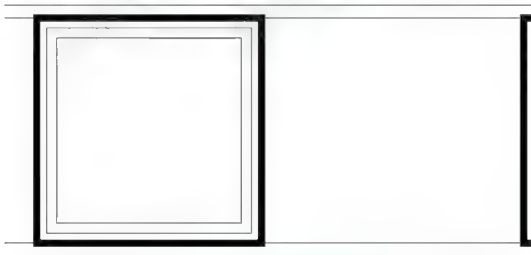

图 4.20 偏移生成窗框和窗扇的轮廓线
- (1) 设置【门窗】图层为当前层，用【窗口缩放】命令将左下角的窗洞口放大。
- (2) 使用【偏移】命令将窗洞口线以 80mm 间距向内偏移两次。由于偏移生成的每个矩形线宽为 50mm，需用【分解】命令将其 4 条边变成 4 根独立直线，线宽也变为 0mm，结果如图 4.20 所示。